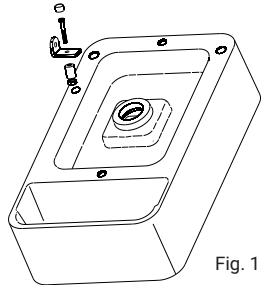
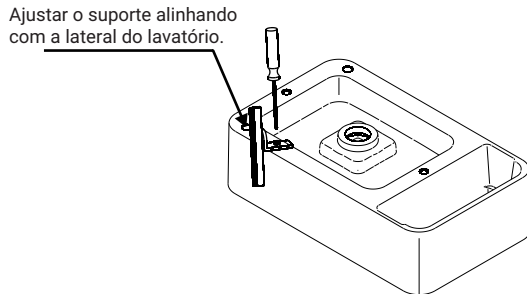

Fig. 1
Fig. 2
- Montar o suporte em "L" e fixá-lo na louça (Fig. 1), deixando alinhado com a lateral da louça (fig. 2).